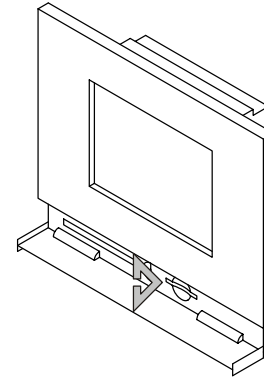

Fig. 68
2. SD-Karte in das Raum-\Controlpanel einführen und Button „Multimedia-/SD-Karte lesen“ drücken (Fig. 68).